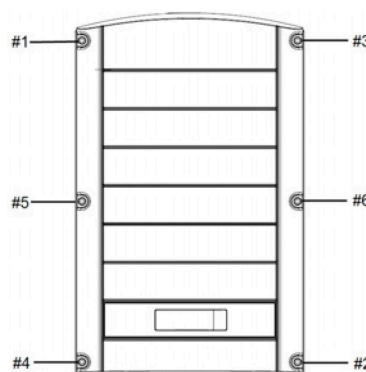

Figura 5 – Ordem de aperto dos parafusos
1. Feche a tampa do inversor: Coloque a tampa do inversor e fixe-a apertando os parafusos com um torque de 9,0 N.m. Para uma vedação adequada, primeiro aperte os parafusos de canto e depois os dois parafusos centrais, conforme ordem apresentada na figura 5.